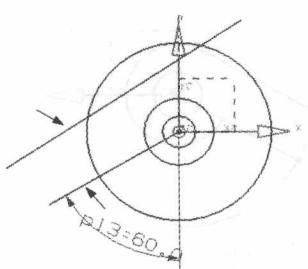

图 1-16 选择直线
- (2) 单击工具栏中的“约束”按钮。
- (3) 选择如图 1-16 所示的直线。